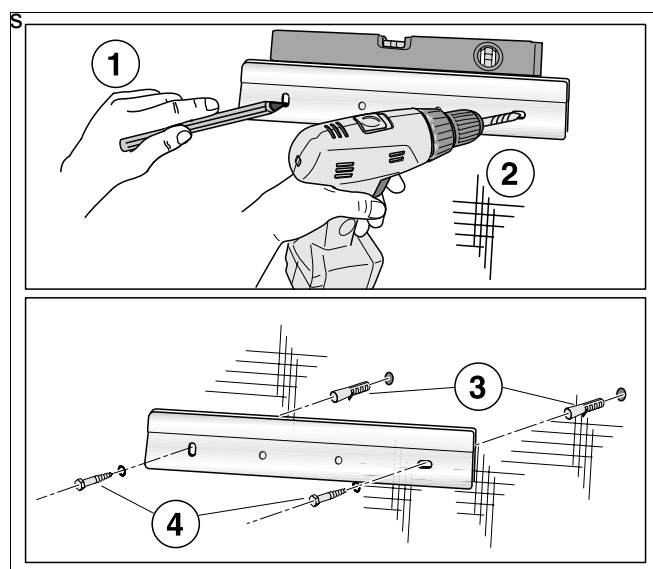

Fig. 7 Montați suportului de perete
- Marcați cu ajutorul suportului de perete cele două găuri (Fig. 7, **etapa 1**).
- Forăți 2 găuri în perete (Fig. 7, **etapa 2**).
- Cele 2 dibluri livrate se bagă în găuri (Fig. 7, **etapa 3**).
- Montați suportul de perete orizontal cu ajutorul celor două șuruburi livrate (Fig. 7, **etapa 4**).